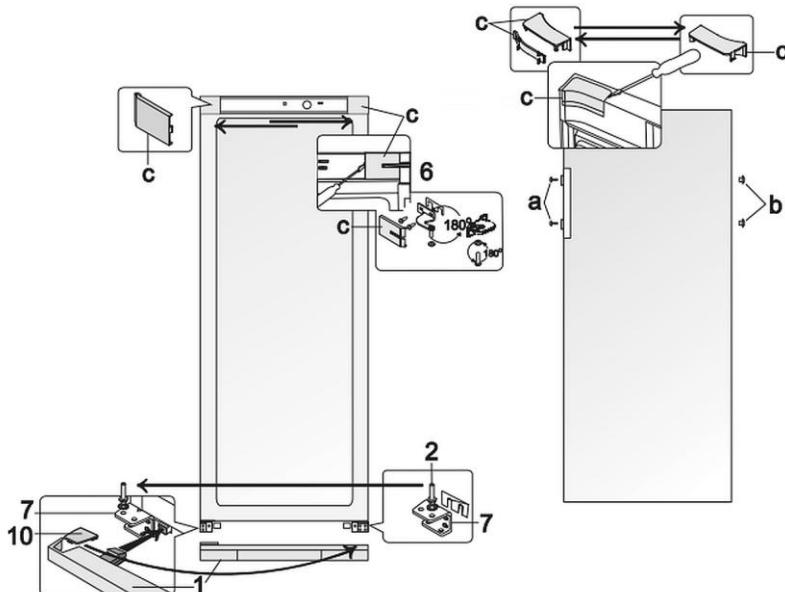

Рис. 8
- Снять маскировочные планки (с, рис. 8) с корпуса и внутренней стороны двери.
- Снять верхний кронштейн (6) вместе с шайбами с насаженными шайбами и пластиковой прокладкой под кронштейном.
- Снять нижнюю маскировочную планку (1).
- Ослабить опорный штифт (2) с нижнего кронштейна (7).
- Теперь скрутите его вместе со всеми шайбами на противоположном кронштейне (7), симметрично относительно предыдущего положения.
- Установить дверцу холодильного шкафа на опорный штифт (2) с кронштейна (7).
- Повернуть кронштейн (6) вместе с опорным штифтом, насаженными шайбами и пластиковой прокладкой на 180°.
- Вставить кронштейн (6) в дверцу холодильного шкафа и прикрутить его в отверстия на противоположной стороне холодильного шкафа.